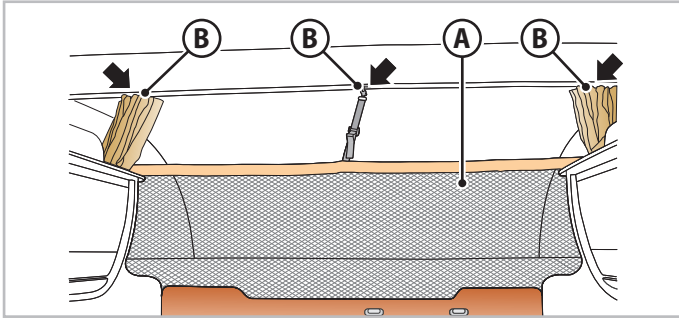
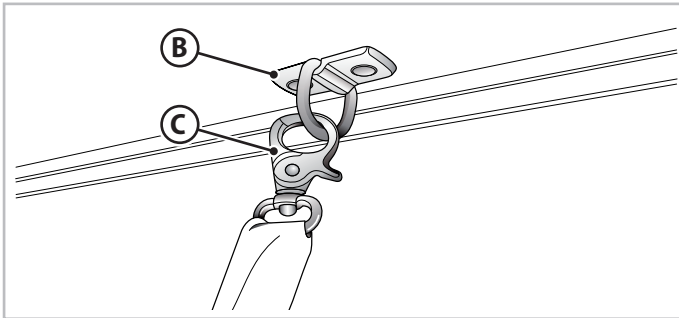

Fig. 6.22 - Fallsikringsnett for den vipbare sengen
Fig. 6.23 - Krok fallsikringsnett
- Fest fallsikringsnettet (**A** - Fig.6.22) ved hjelp av krokene (**B** - Fig.6.22 e Fig.6.23) i ringene (**C** - Fig.6.23).